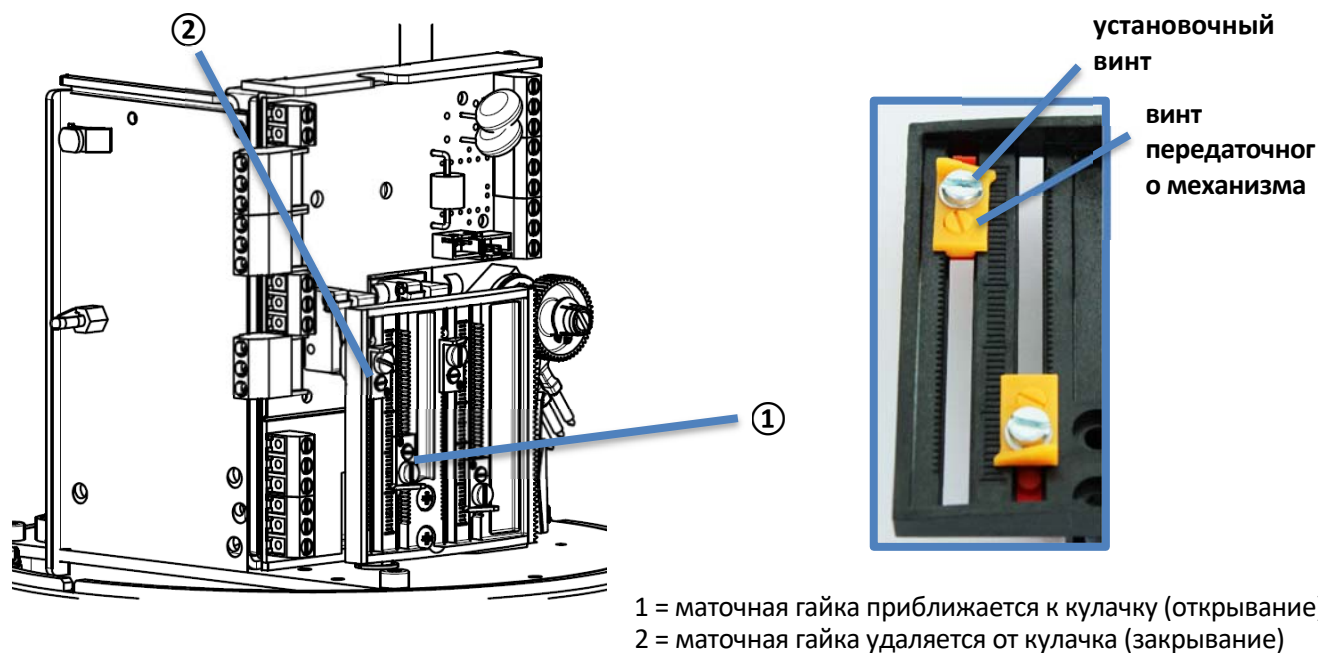

Рисунок 8: Регулировка контактного кулачка
- Ослабьте установочный винт на соответствующем контактном кулачке (Рисунок 8), переместите контактный кулачок с помощью винта передаточного механизма в направлении концевой выключателя до щелчка, затем снова затяните установочный винт.
- Ослабьте установочный винт ① на соответствующем контактном кулачке (Рисунок 8), переместите контактный кулачок с помощью винта передаточного механизма ② в направлении концевого выключателя до щелчка, затем снова затяните установочный винт.
- Ослабьте установочный винт на соответствующем контактном кулачке (Рисунок 8), переместите контактный кулачок в направлении концевого выключателя до щелчка, затем снова затяните установочный винт.